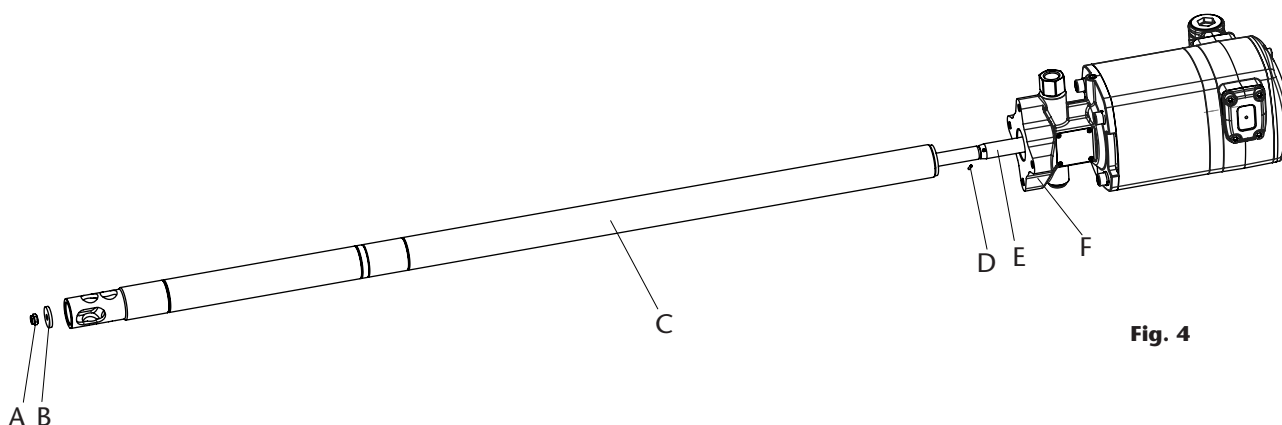

Fig. 4
COMMENT SÉPARER LE MOTEUR D'AIR DE LA POMPE (FIG. 4)
1. Fixez la pompe horizontalement dans un étau (Fig.4). Tapez avec un marteau sur le tuyau supérieur (C) près de la jonction avec le corps (F) pour casser le joint du filetage.
2. Dévissez l'écrou du starter (A) et retirez le starter (B).
4. Une fois dévissé, tirez le moteur jusqu'à ce que vous puissiez voir la goupille (D) sur la tige (E). À l'aide d'un marteau et d'un poinçon, retirez la goupille (D). Le moteur est maintenant libre.